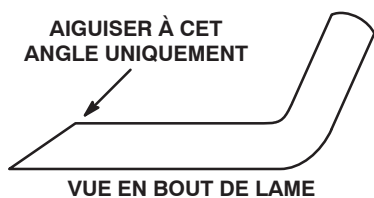

Figure 28
3. Examinez les tranchants de toutes les lames et aiguisés-les s'ils sont émoussés ou ébréchés. N'aiguissez que le haut du tranchant et conservez l'angle de coupe d'origine pour obtenir une coupe nette (Fig. 28). Limez la même quantité de métal sur chacun des deux tranchants pour ne pas déséquilibrer la lame.